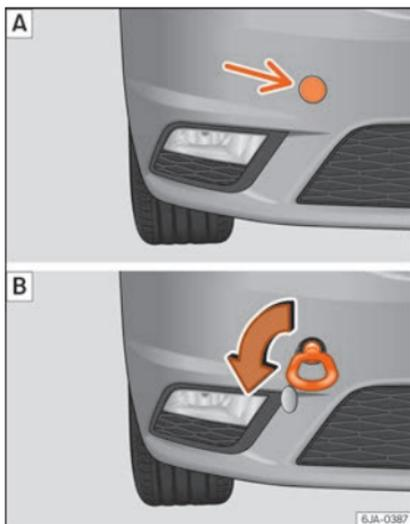

Fig. 85 Paraurti anteriore: copertura/montaggio dell'occhiello di traino.
- Premere sulla zona sinistra della copertura dove è situata la freccia »» **fig. 85 [A]**.
- Avvitare a mano l'occhiello da traino girandolo a fondo verso sinistra »» **fig. 85 [B]**.